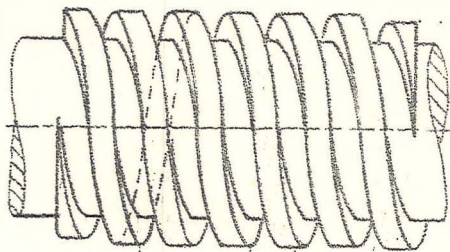

Fig. 1
- Cuando en una rosca de gran avance resulta una profundidad de rosca excesiva. Se recurre a la rosca múltiple. Un tornillo de rosca múltiple puede ser de dos, de tres o de más entradas. (Figs. 1 y 2).- Con estas clases de roscas se obtiene con un corto giro, un gran avance.